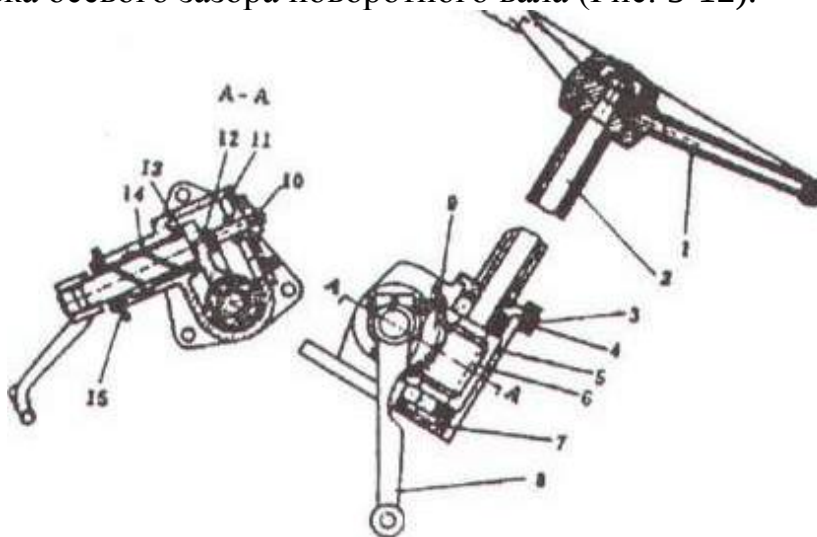

Рис. 5-12. Рулевое управление:
- регулировка осевого зазора поворотного вала (Рис. 5-12).